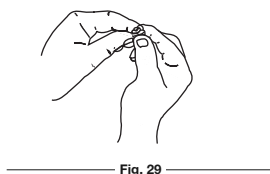

Fig. 29
- Vuelva a colocar el filtro (Fig. 29).